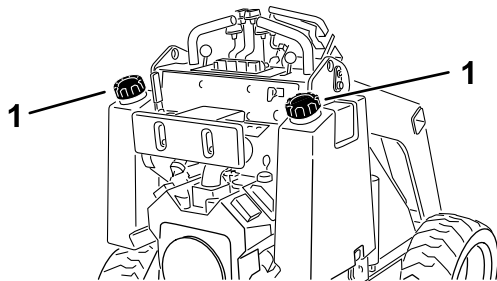

Bild 3
3. Reinigen Sie den Bereich um den Tankdeckel und nehmen Sie den Deckel ab (**Bild 3**).